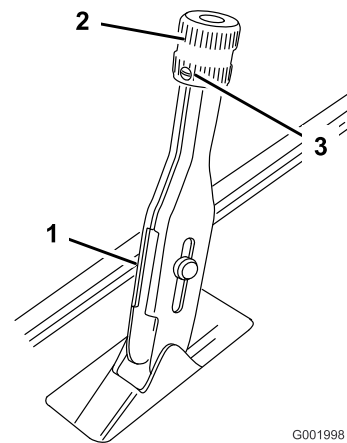

Figura 63
1. Afloje el tornillo de fijación que sujeta el pomo a la palanca del freno de estacionamiento (Figura 63).